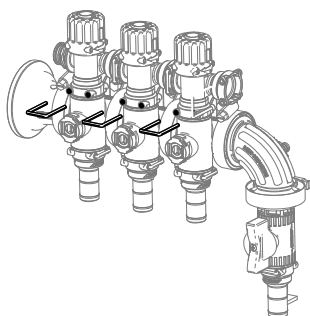

Рисунок 16
1. Установите блок клапанов стрелы с помощью ранее снятых держателей, как показано на Рисунок 16.